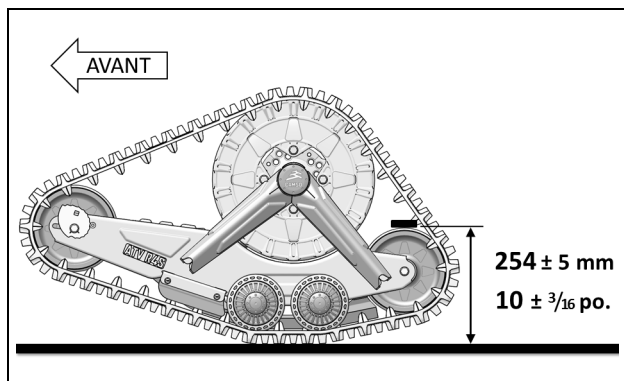

Figure 7
- Le réglage de l'angle d'attaque est bon lorsque la bulle est centrée dans le niveau. Contre-vérifier le réglage en validant la distance du dessus des pneus arrière au sol. Figure 7.
- Positionner une barre plate sur le dessus des pneus arrière du système de traction avant et mesurer à partir du sol jusqu'à la barre plate tel que montré à la Figure 7.